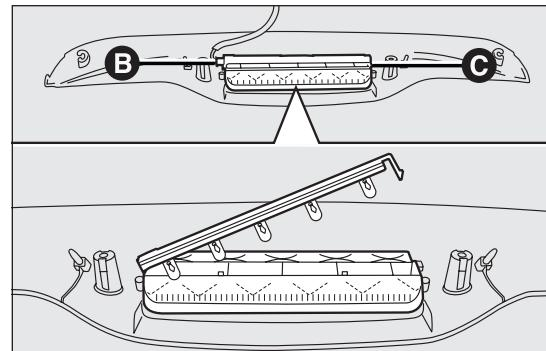

Abb. 118
- Den Steckverbinder B Abb. 118 lösen;
- Auf die Haltevorrichtung C Abb. 118 drücken und die Lampenfassung öffnen;